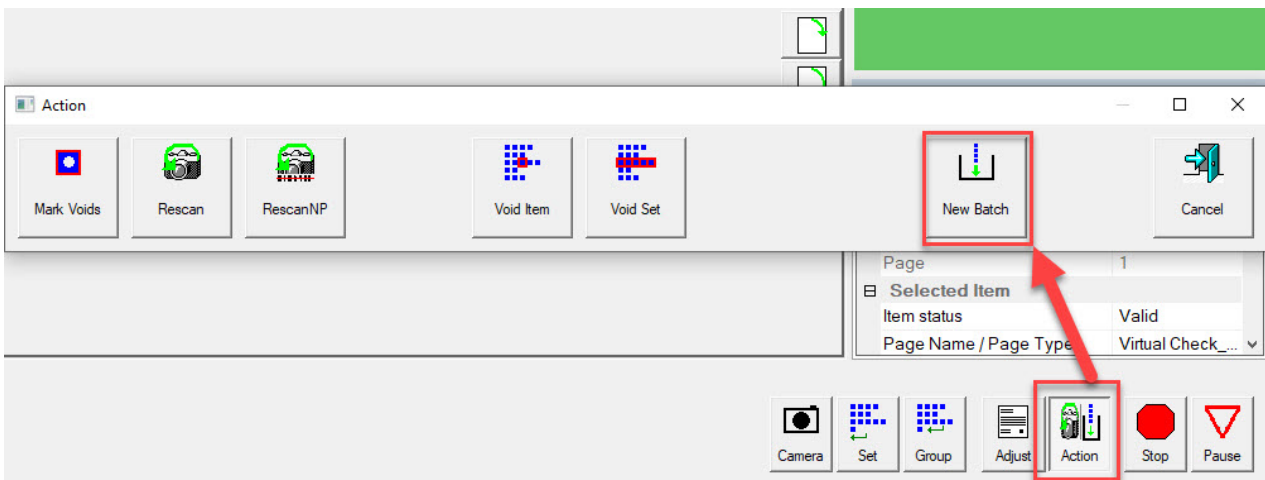

Figure 4-12 : Action – Nouveau lot
- Alors que le travail est en cours d'exécution, appuyez sur le bouton **Action corrective** et sélectionnez le bouton **Nouveau lot** pour commencer un nouveau lot avec l'article numérisé suivant (Figure 4-12).